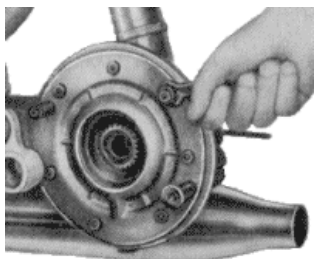
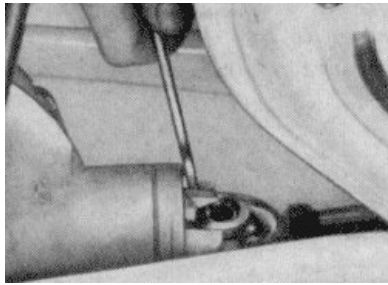

Bild 66. Muttern am Kardangehäusedeckel nachziehen
Bild 67. Muttern am Deckel zum Kreuzgelenk nachziehen
11. Schrauben und Muttern am Fahrgestell nachziehen, insbesondere die Mutter am rechten Aufnahmestück (Hinterradantrieb), die Schrauben am Gummigelenk und die Muttern am Hinterrad-Antriebsgehäusedeckel und am Deckel zum Kreuzgelenk. Um die Muttern am Antriebsgehäusedeckel nachziehen zu können (Bild 66), sind nach Herausnehmen des Hinterrades die Bremsbacken abzunehmen. Zum Nachziehen der Muttern am Deckel zum Kreuzgelenk (Bild 67) ist zunächst die Schutzhaube nach dem Lösen der Befestigungsschrauben zurückzuziehen.